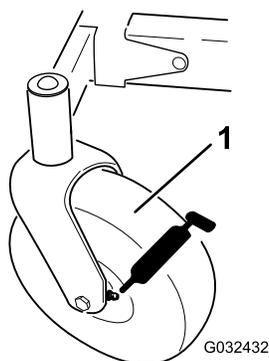
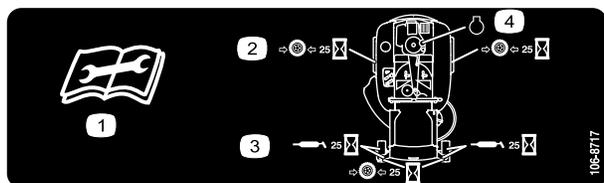

Figura 33
Figura 34
3. Pulite i raccordi d'ingrassaggio (Figura 33 e Figura 34) con un panno.
4. Collegare un ingrassatore a pressione a ciascun ingrassatore (Figura 33 e Figura 34).